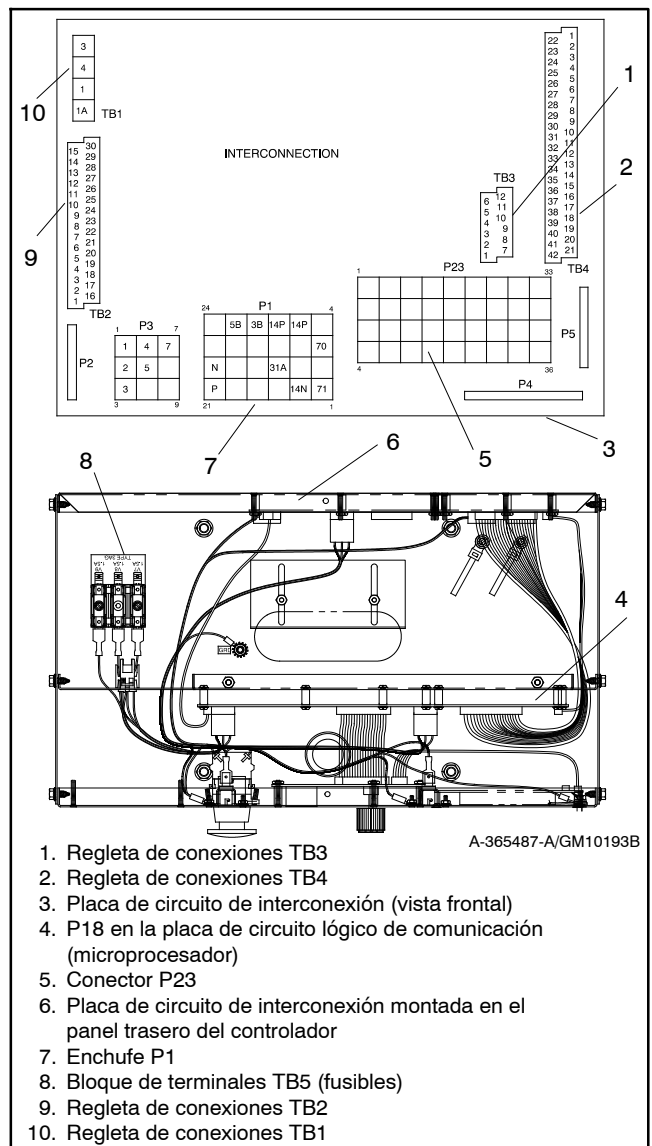

Figura 5-5 Desconectar las conexiones del cableado externo de la placa de circuito del controlador
- a. Remover la cubierta del controlador. Si el acceso a la placa de circuitos de interconexión en el panel posterior y/o la placa lógica principal/placa de circuito de comunicación en el panel frontal es de difícil acceso, desmontar parcialmente la caja del controlador. Quitar los dos tornillos superiores del panel del controlador y el centro del tornillo inferior y luego aflojar el tornillo del punto inferior de cada lado para girar el panel del controlador hacia abajo. Consultar la Figura 5-5.
b. Desconectar los cables del arnés del controlador. Los cables y enchufes que se relacionan a continuación son aquellos comunes que requieren remoción o desconexión. Los elementos en **negrita** a continuación se muestran en la Figura 5-5. Estas conexiones son típicas y no se aplican a todos los usos. Consultar el diagrama de cableado correspondiente en el manual de diagramas de cableado.
- a. Remover la cubierta del controlador. Si es difícil el acceso a la placa de circuitos de interconexión en el panel posterior y/o la placa de circuito de comunicación en el panel frontal, desmontar parcialmente la caja del controlador. Quitar los dos tornillos superiores del panel del controlador y el centro del tornillo inferior y luego aflojar el tornillo inferior de cada lado para girar el panel del controlador hacia abajo. Consultar la Figura 5-5.